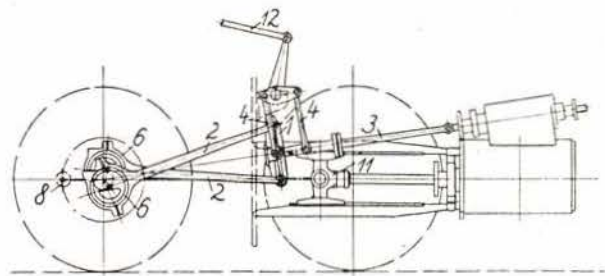

Bild 3 Darstellung einer Allan-Steuerung
3. Die äußere Steuerung nach Allan (Bild 3)
Bild 3 Ein Arbeitszug auf der Strecke. Ein älterer Triebwagen befördert ein oder mehrere Kleinwagen als Anhänger, mit Hilfe derer das Arbeitsgerät und Stoffe an die Arbeitsstelle transportiert werden. Bei der Eisenbahn hingegen dürfen bekanntlich solche „Kleinwagen“ als Nebenfahrzeuge nicht in Züge eingestellt werden. Fotos: Dr. Wolf